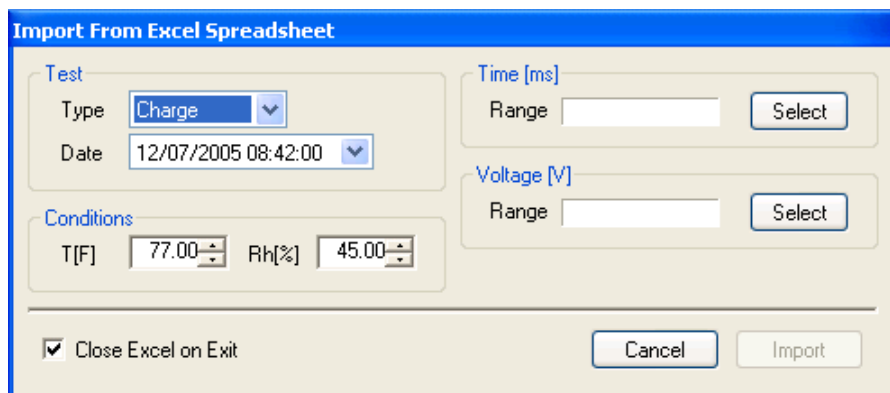

図 58: オートアナリシス・エクセル スプレッドシートのインポートウィンドウ
3. ソースファイルと**Autoanalysis import ウィンドウ**(図 58) を重ね合わせて開きます。**Import From Excel Spreadsheet** ウィンドウはPGA-710プログラムによって分析するためにインポートされるデータの指定ができます。